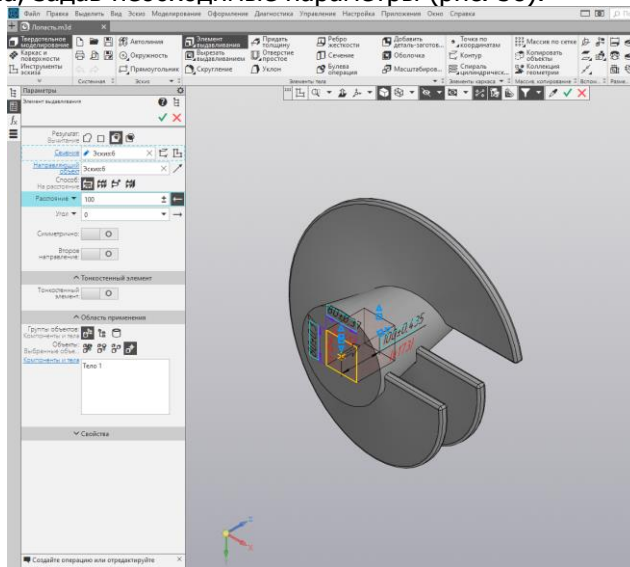

Рис. 58.
5) Вырежьте выдавливанием эскиз  на расстояние **100** без уклона, задав необходимые параметры (рис. 58).